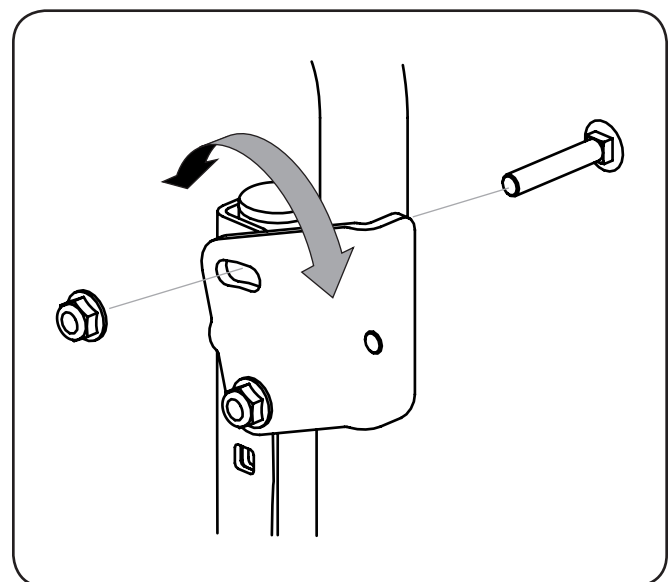

Figure 3-8
2. Soulevez et faites pivoter chaque barre de conduite vers le haut jusqu'à ce que le trou sur le support de la barre de conduite s'aligne sur un des trous du support pivotant. Voir Figure 3-8.
3. À partir de l'intérieur, insérez le boulon de carrosserie dans le trou de la barre de conduite, puis dans le trou du support pivotant. Fixez-le boulon avec l'écrou autobloquant. Voir Figure 3-8.